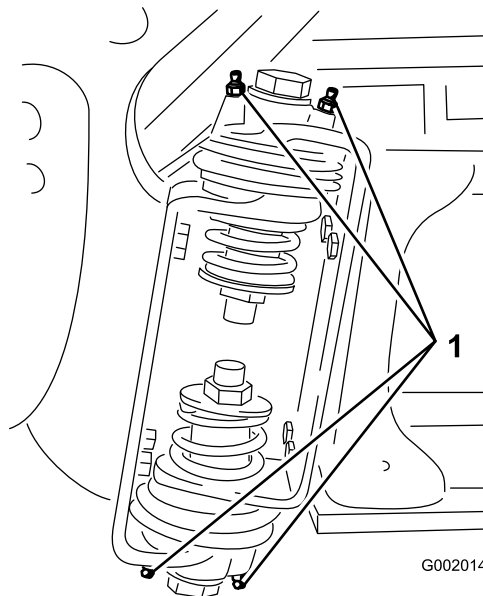

Рисунок 102
2. Закачайте консистентную смазку в подшипник или втулку через каждую масленку Рисунок 102.